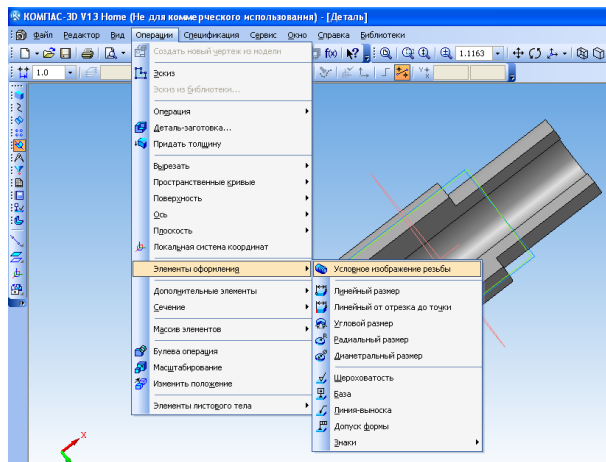

Рисунок 64
- на панели инструментов выделите **Операции**⇒ **Элементы оформления**⇒ **Условное изображение резьбы** (рисунок 64).